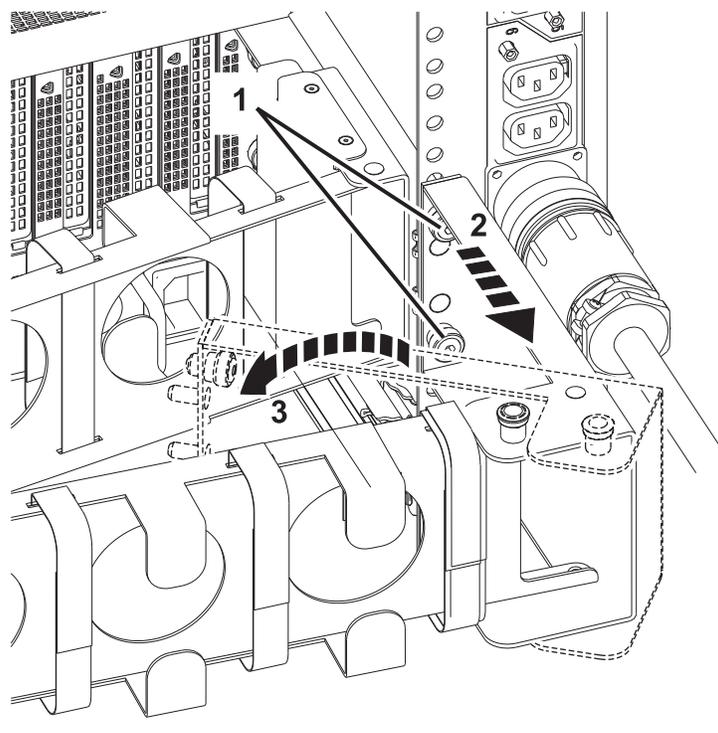

Abbildung 22. Schritte zur Gewährleistung eines Sicherheitsbereichs für Netzkabel in einem vollständig bestückten System
- b. Lösen Sie die Flachkopfschrauben an der Rückseite des Systems (1), aber entfernen Sie sie nicht. Siehe Abb. 22 auf Seite 31.
- c. Ziehen Sie die Halterung des Kabelgelenkträgers in Ihre Richtung (2). Siehe Abb. 22 auf Seite 31.
- d. Drehen Sie die Halterung des Kabelgelenkträgers, um einen Sicherheitsbereich zu schaffen (3). Siehe Abb. 22 auf Seite 31.